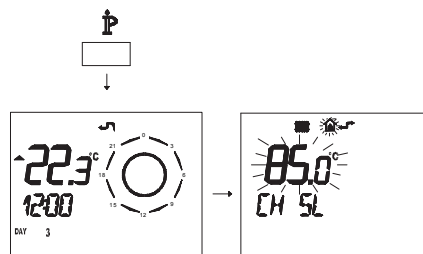

Figura 5.57
- Premere per più di 3 secondi il pulsante **IP** para per entrare in modalità **INFO** (Figura 5.57).